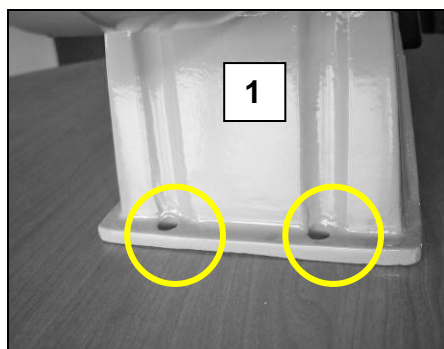
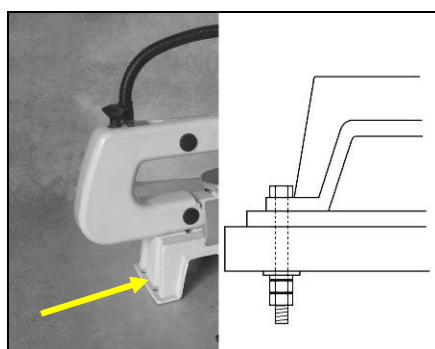

Fig 2
Fig 3
- Boulonnez la machine par les 4 trous de fixation du socle (1) (Voir Fig 2) en utilisant des vis M6, des écrous, des contre-écrous et des rondelles (visserie non fournie) (Voir Fig 3). Les vis doivent avoir une longueur de 50mm de plus que l'épaisseur du support.